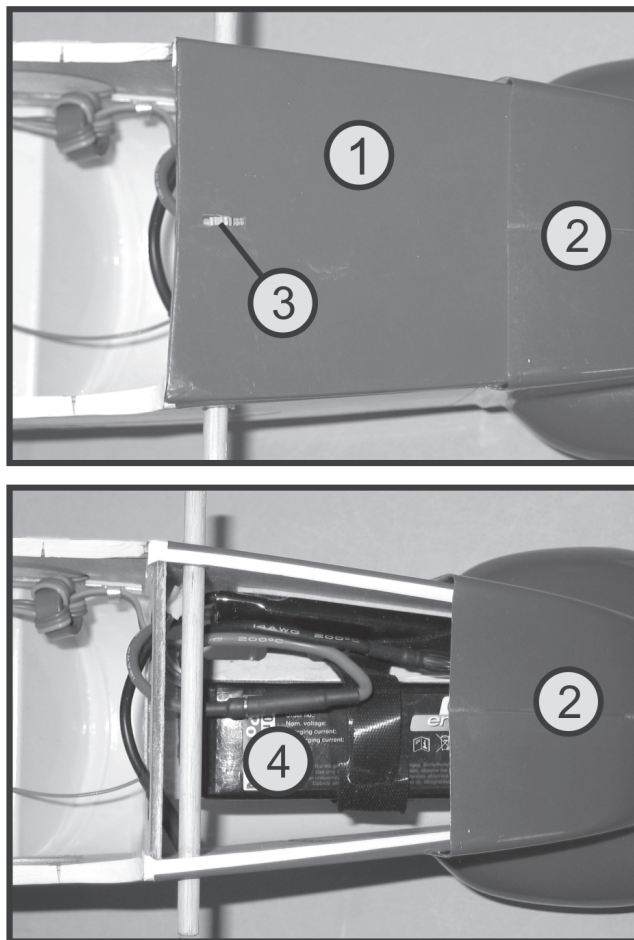

Figure 26
Glissez le capot du moteur sur le modèle réduit puis montez la plaque du nez d'entrée (4) et l'hélice (5). Le cache pour le logement de la batterie (6) doit alors être installé et verrouillé (voir également figure 26).